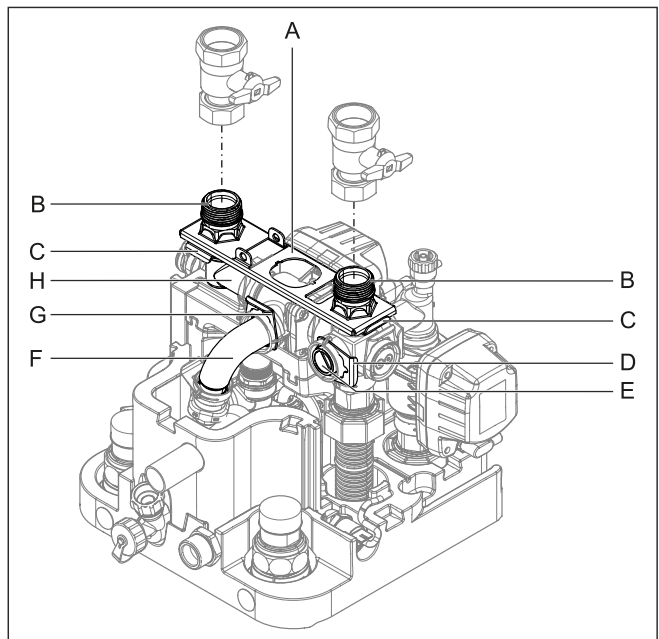
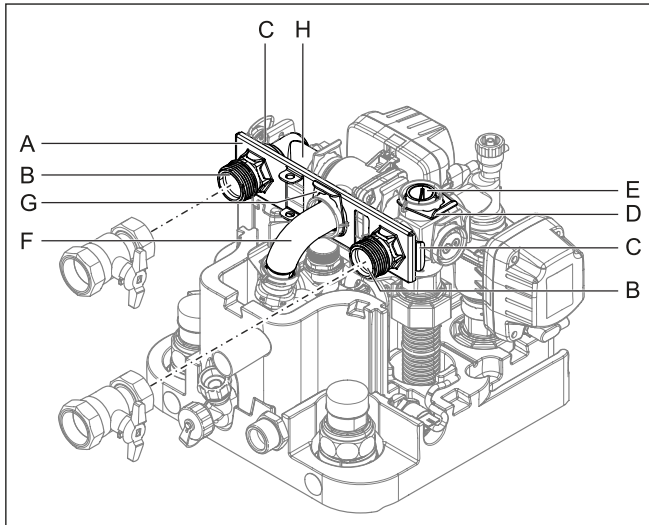

Bild 3-18 Anschlüsse Heizungs- vor- und -rücklauf nach oben ausgerichtet
Bild 3-20 Anschlüsse Heizungs- vor- und -rücklauf nach hinten ausgerichtet
- 2 Beide Steckbügel der Anschlusskupplungen (Bild 3-18, Pos. C) abziehen.
- 3 Beide Anschlusskupplungen (Bild 3-18, Pos. B) abziehen.
- 4 Halteblech (Bild 3-18, Pos. A) abnehmen.
- 5 Steckbügel des Verschlussstopfens (Bild 3-18, Pos. D) abziehen.
- 6 Verschlussstopfen (Bild 3-18, Pos. E) herausziehen.
- 7 Winkelstück (Bild 3-18, Pos. H) um 90° nach hinten drehen.
- 8 Steckbügel des Krümmers (Bild 3-18, Pos. G) abziehen.
- 9 Krümmer (Bild 3-18, Pos. F) vorsichtig so weit nach hinten aus seiner horizontalen Aufnahme ziehen, dass das Halteblech (Bild 3-20, Pos. A) senkrecht dazwischengeschoben werden kann.
- 10 Halteblech zwischen den Krümmer und seine horizontale Aufnahme schieben und Krümmer (Bild 3-20, Pos. F) durch das mittlere Loch des Halteblechs wieder in seine Aufnahme stecken.
- 11 Krümmer mit Steckbügel (Bild 3-20, Pos. G) wieder in seiner Aufnahme sichern.
- 12 Beide Anschlusskupplungen (Bild 3-20, Pos. B) durch das Halteblech in die seitlichen Aufnahmen stecken.
- 13 Beide Anschlusskupplungen mit Steckbügeln (Bild 3-20, Pos. C) in ihren Aufnahmen sichern.
- 14 Verschlussstopfen (Bild 3-20, Pos. E) in die obere Aufnahme stecken.
- 15 Verschlussstopfen mit Steckbügel (Bild 3-20, Pos. D) sichern.